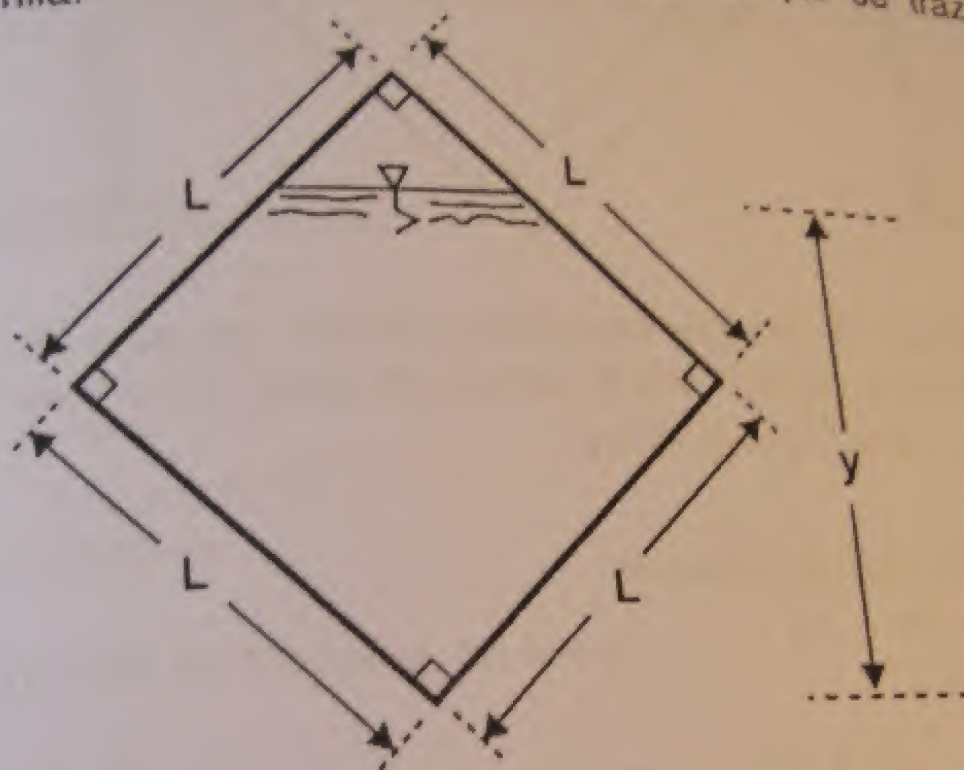

Figura 32. Sección transversal de la alcantarilla
71. Una alcantarilla de sección cuadrada, con coeficiente de rugosidad $n = 0,015$, se instala según se indica en la figura 32. Por esta alcantarilla se conduce un caudal de $2 \text{ m}^3/\text{s}$, con la mínima energía. Si para esta condición el tirante es el 75% del alcantarilla, indicar la pendiente con la que se trazó la